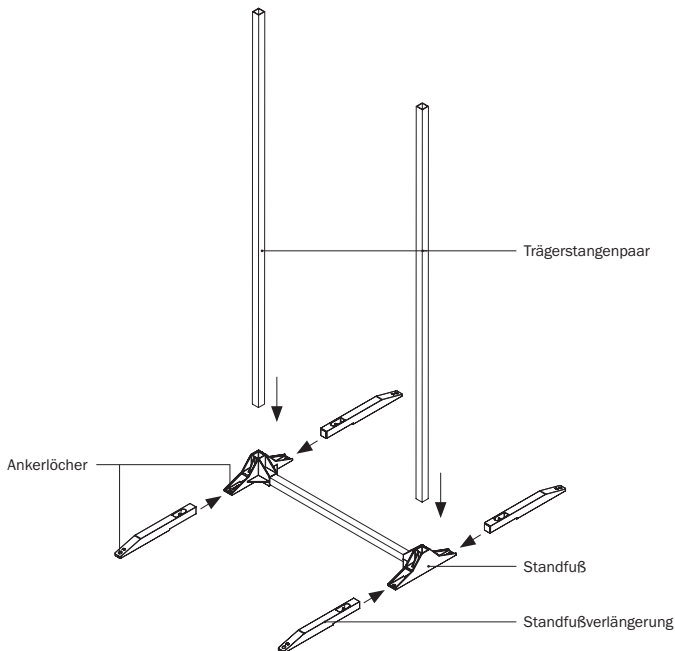

Abbildung 4.1: Aufbau Aufstellvorrichtung
4. Aufbau Aufstellvorrichtung (s. Abbildung 4.1)